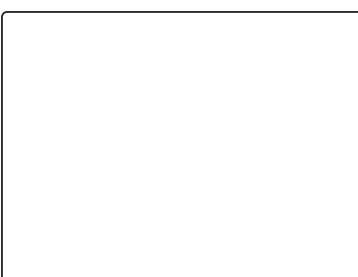

Fig. 12
- Rejetez l'appel en appuyant sur le bouton sans que le visiteur ne reçoive de notification (**Fig. 12**).